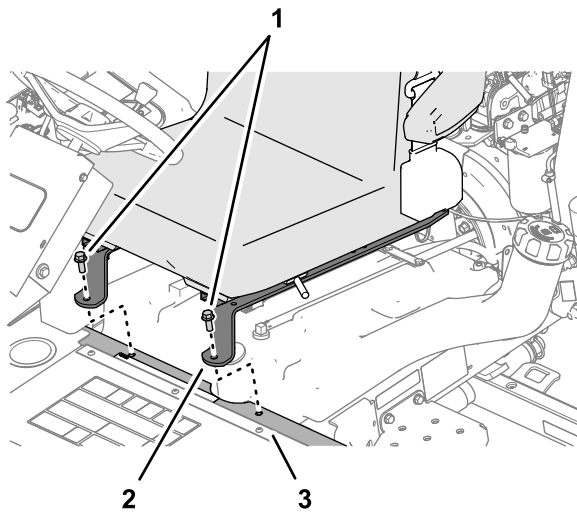

Figura 57
3. Incline el asiento hacia abajo y alinee los orificios delanteros en las pletinas del asiento con los taladros en la base del soporte (Figura 57).
4. Ensamble las pletinas del asiento a la base del soporte (Figura 57) con los 2 tornillos de caperuza con arandela prensada que retiró en Retirada del asiento del operador \(página 4\).